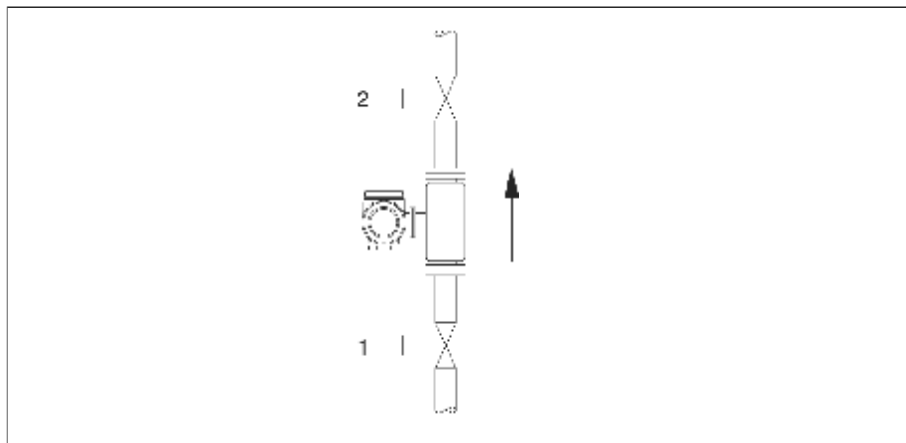

图33：零点校正和截止阀
- 零点校正必须在测量管内充满流体并且流速为零($v=0\text{m/s}$)的情况下进行。可通过在传感器前后安装截止阀或利用现有的阀门来满足此要求（图33）：